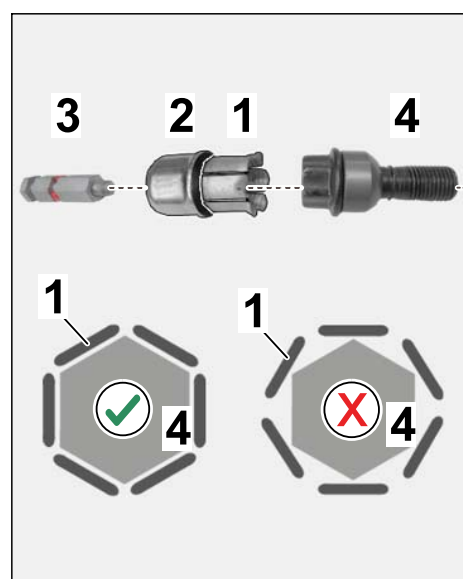

Figura 4
2.1.1 Inserire l'elemento di fissaggio (⇒ *Figura 4 -1-*) nella bussola di serraggio (⇒ *Figura 4 -2-*).
2.1.2 Premontare il bullone distanziatore (⇒ *Figura 4 -3-*) nella bussola di serraggio (⇒ *Figura 4 -2-*) senza serrare.
2.1.3 Inserire il gruppo (bullone distanziatore, bussola di serraggio ed elemento di fissaggio) sul bullone di fissaggio ruota, facendo attenzione al "profilo esagonale" (fessura sul bordo del bullone di fissaggio ruota) del bullone di fissaggio ruota (⇒ *Figura 4 -inferiore-*).